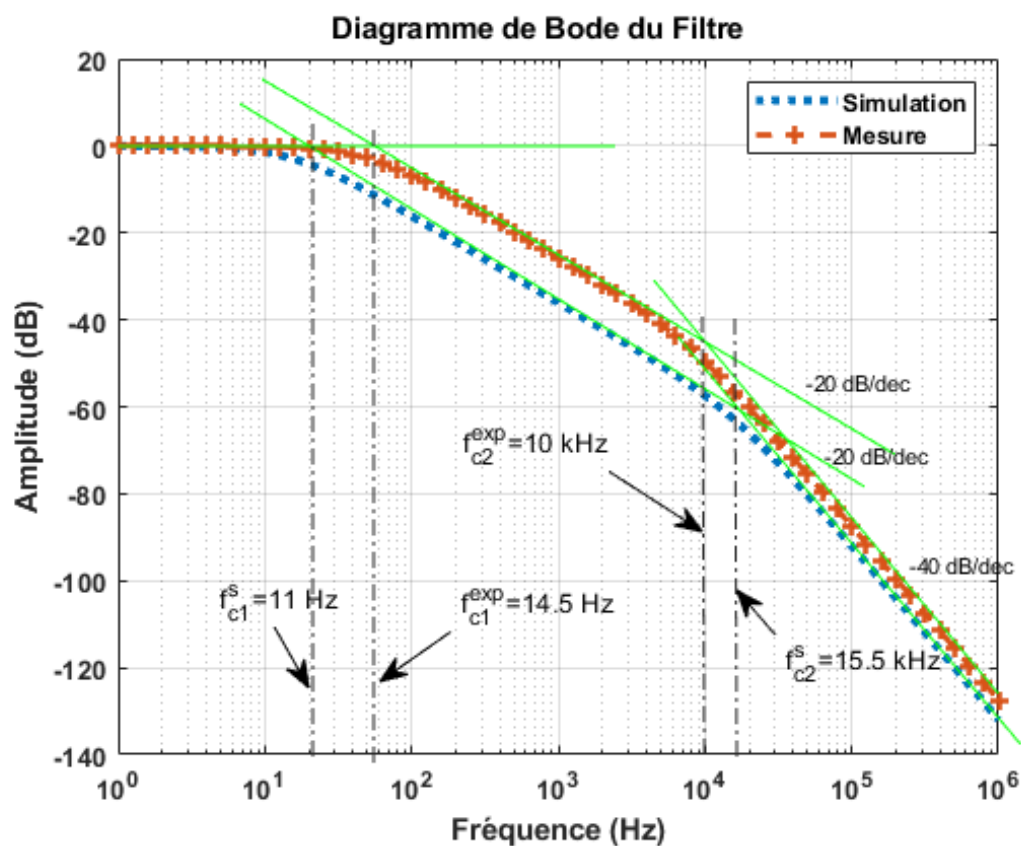

FIGURE 5 – Diagramme de Bode du filtre audio d'entrée simulé et mesuré
Faire la simulation fréquentielle de l'amplificateur. Sur le même graphe, superposé la simulation et les mesures. Rajouter les asymptotes pour mesurer les fréquences de coupure comme sur la figure 5.
- ☐ Faire le diagramme de Bode du filtre. On superposera le Bode simulé au Bode mesuré comme sur la Fig. 5